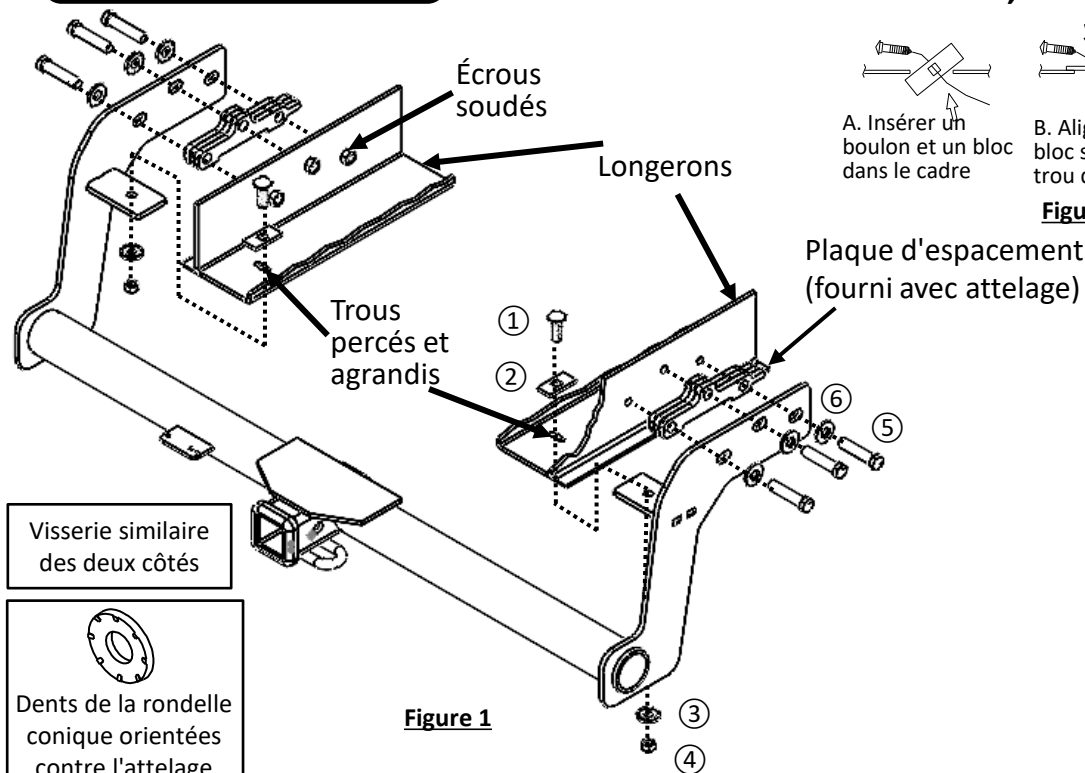
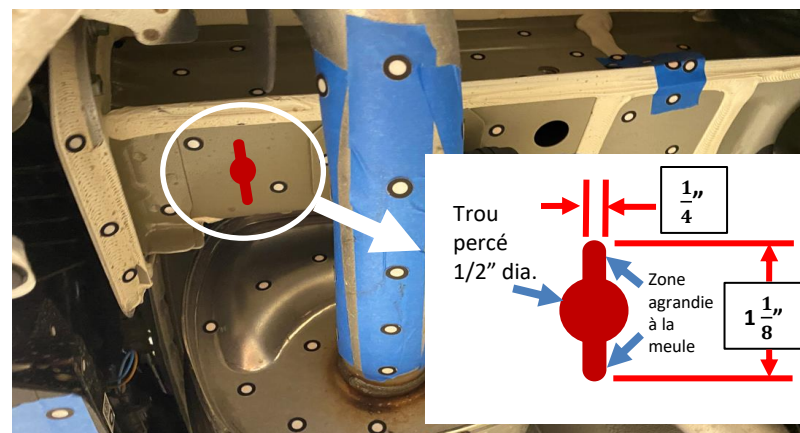

Figure 1
Figure 2
- 1. Abaisser l'échappement** – À l'aide d'un tournevis à lame plate, retirer six (6) rivets en plastique dans le bas du carénage côté passager et répéter du côté conducteur. À l'aide d'une pince d'extraction pour échappement, retirer un (1) support en caoutchouc le plus à l'arrière de chaque côté. La vaporisation d'un lubrifiant ou d'eau savonneuse sur les supports en caoutchouc facilite leur extraction des tiges métalliques. Abaisser les silencieux en tirant avec soin le carénage inférieur. **NOTA : S'assurer de supporter l'échappement correctement avant d'enlever les supports en caoutchouc.**
- 2. Percer et agrandir les trous** – Retirer les étiquettes des trous des écrous soudés sur le longeron s'il y a lieu. Utiliser une brosse métallique pour nettoyer les écrous soudés si nécessaire. Soulever l'attelage en position avec des plaques d'espacement et fixer temporairement l'attelage avec tous les boulons M12 (⑤). Avec un marqueur, marquer un point de perçage dans le bas des longerons qui sera vis-à-vis du centre du trou du support d'attelage, des deux côtés, voir **Figure 1**. S'assurer que le trou de l'attelage se placera vis-à-vis du point de perçage. Abaisser l'attelage et utiliser une perceuse pour percer un trou de 1/2 po au point de perçage, de chaque côté. Utiliser une meule à rectifier pour agrandir les trous afin d'acheminer le bloc (②) dans les longerons du véhicule, des deux côtés, comme illustré à la **Figure 2**.
- 3. Installer l'attelage** – À l'aide des fils de tirage (⑦), acheminer les boulons de carrosserie (①) et les blocs (②) à travers les trous percés et tirer les boulons à travers les blocs, voir **Figures 1 et 3**. Laisser les fils de tirage attachés. Soulever l'attelage en position et acheminer les fils de tirage à travers les trous inférieurs du support. Installer lâchement la plaque d'espacement, les rondelles coniques (⑥) et les boulons (⑤) sur l'attelage, puis retirer les fils de tirage et installer lâchement les rondelles coniques (③) et les écrous (④) sur les boulons de carrosserie (①).
2. Percer et agrandir les trous – Retirer les étiquettes des trous des écrous soudés sur le longeron s'il y a lieu. Utiliser une brosse métallique pour nettoyer les écrous soudés si nécessaire. Soulever l'attelage en position avec des plaques d'espacement et fixer temporairement l'attelage avec tous les boulons M12 (5). Avec un marqueur, marquer un point de perçage dans le bas des longerons qui sera vis-à-vis du centre du trou du support d'attelage, des deux côtés, voir **Figure 1**. S'assurer que le trou de l'attelage se placera vis-à-vis du point de perçage. Abaisser l'attelage et utiliser une perceuse pour percer un trou de 1/2 po au point de perçage, de chaque côté. Utiliser une meule à rectifier pour agrandir les trous afin d'acheminer le bloc (2) dans les longerons du véhicule, des deux côtés, comme illustré à la **Figure 2**.
3. Installer l'attelage – À l'aide des fils de tirage (7), acheminer les boulons de carrosserie (1) et les blocs (2) à travers les trous percés et tirer les boulons à travers les blocs, voir **Figures 1 et 3**. Laisser les fils de tirage attachés. Soulever l'attelage en position et acheminer les fils de tirage à travers les trous inférieurs du support. Installer lâchement la plaque d'espacement, les rondelles coniques (6) et les boulons (5) sur l'attelage, puis retirer les fils de tirage et installer lâchement les rondelles coniques (3) et les écrous (4) sur les boulons de carrosserie (1).